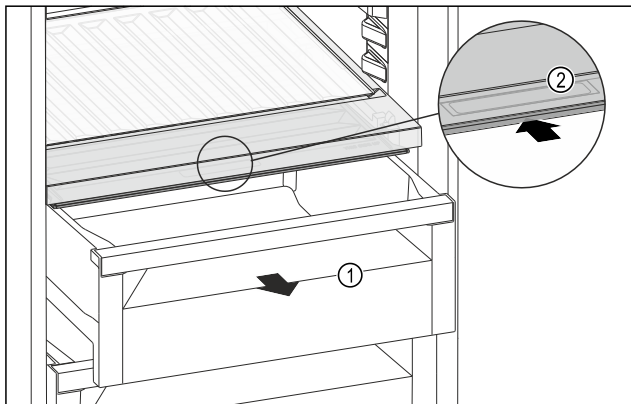

Fig. 116
- ▶ Schubfach Fig. 116 (1) herausziehen.
- ▶ Griffmulde Fig. 116 (2) am Fachdeckel anfassen und Fachdeckel gleichzeitig nach hinten schieben.